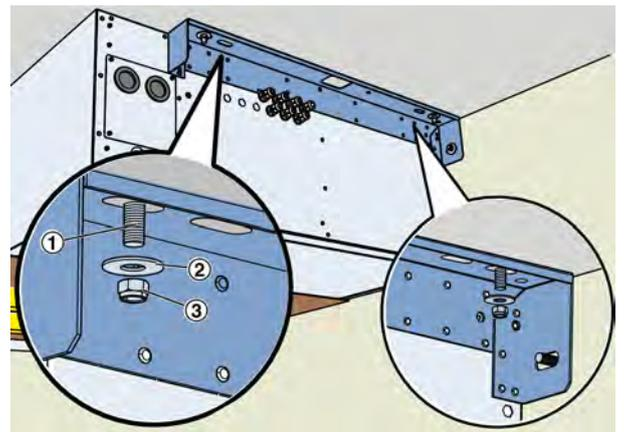
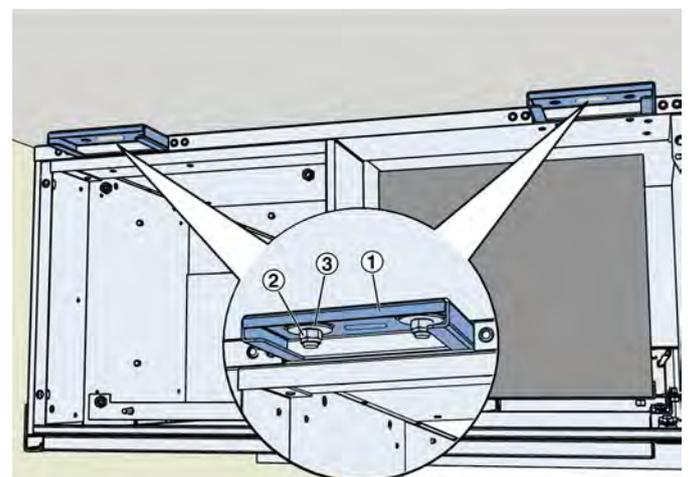

Abb. 13: Befestigung Außenseite Bauteil 1
Abb. 14: 4 Befestigungen an den beiden Laschen an Gerätebauteil 1
Erforderliche Befestigungspunkte für Bauteil 1 (Abb. 13 und Abb. 14)
- 5. ▶ Gerät an den Decken-Gewindestangen (Abb. 13 /1) mit Karosseriescheiben (Abb. 13 /2) und selbstsichernden Muttern (Abb. 13 /3) befestigen, so dass es noch etwas bewegt werden kann.
Die Gewindestangen dürfen nicht über die Laschen (Abb. 14 /1) hinausragen, da diese sonst mit dem Bauteil 2 kollidieren. Andernfalls die Gewindestangen vor Montage von Gerätebauteil 2 kürzen.
Wichtig: Die Verschraubungen der Laschen (Abb. 14) sind nach Montage von Gerätebauteil 2 nicht mehr zugänglich.